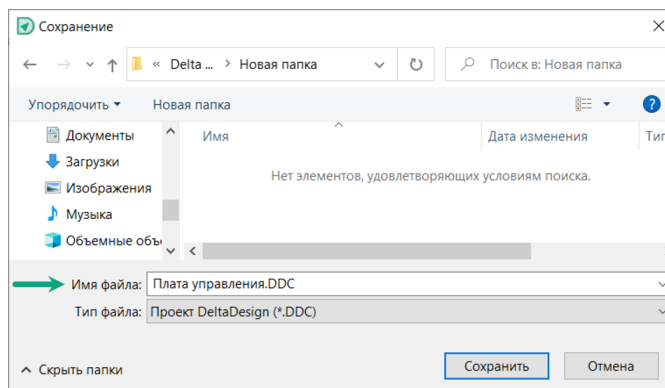

Рис. 72 Выбор места сохранения и ввод имени экспортируемого файла
4. В окне проводника введите имя файла и выберите место его сохранения, Рис. 72.